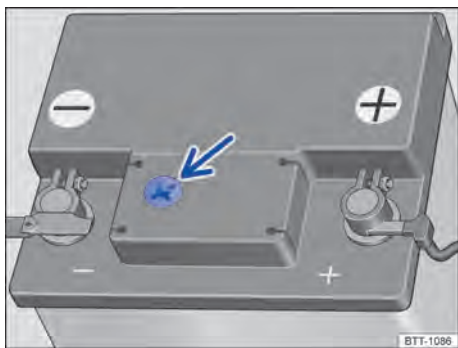

Fig. 210 No compartimento do motor: exemplo de posição do visor no lado superior da bateria do veículo.
- O visor redondo → Fig. 210 na parte superior da bateria do veículo muda de cor conforme o nível do eletrólito.